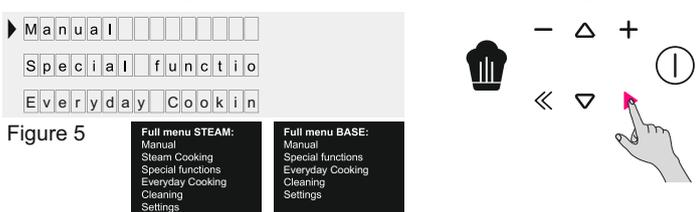

Figure 5
- Appuyez sur la touche OK lorsque la flèche de l'afficheur est sur MANUEL pour régler la cuisson en 3 étapes simples. (Figure 5)